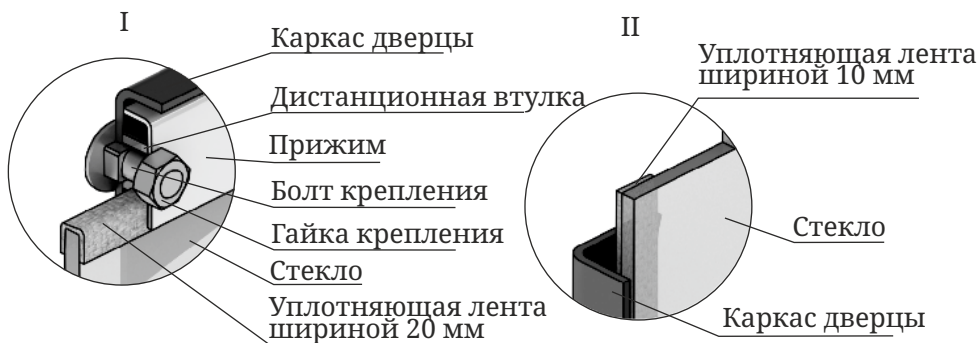

Рисунок 20. Крепление светорозрачного экрана дверцы модификации «Витра»
1. Отверните две гайки, фиксирующие прижим (рисунок 20.И), демонтируйте его и дистанционные втулки.
3. Возьмите новое стекло. Если на нем нет уплотняющих лент, наклейте их: лента шириной 20 мм наклеивается сверху и снизу стекла «П» - образно (рисунок 20.И), лента шириной 10 мм наклеивается вертикально, вдоль боковых сторон стекла (рисунок 20.И).
4. Вставьте стекло в упор, при этом лента, наклеенная с боковых сторон (вертикальная) должна быть зажата между стеклом и каркасом дверцы (рисунок 20.И).